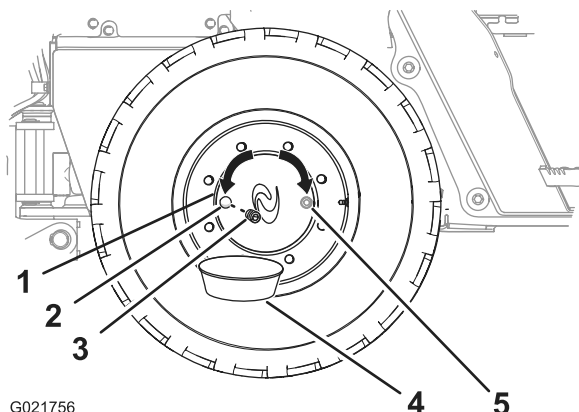

Figure 64
2. Déplacez la machine vers l'avant ou vers l'arrière jusqu'à ce que le bouchon du moyeu de roue soit à 3 h ou 9 h (Figure 64).
8. Remettez le bouchon dans l'orifice d'huile du moyeu de roue (Figure 64).
4. Placez un bac de vidange sous l'orifice de vidange du moyeu de roue (Figure 64).
5. Retirez le bouchon du moyeu de roue (Figure 64).
6. Vérifiez que le niveau d'huile atteint le bas du filetage de l'orifice d'huile (Figure 64).